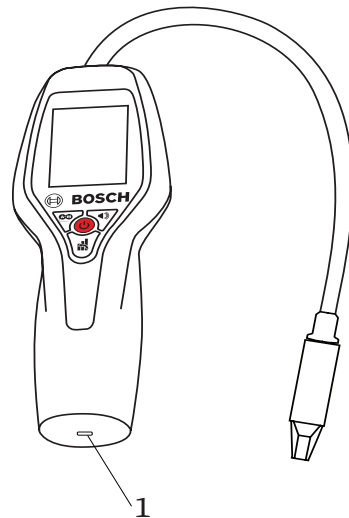

Fig. 19: Carga del detector de fugas
1. Conecte el cable de conexión micro USB en el puerto de carga situado en la base del IR LD 1.0 (consulte la Fig. 19).